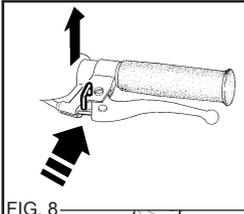

FIG. 8
- Отпустите стояночный тормоз (fig. 8)